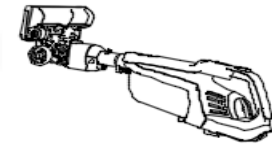

Bild.15
- Verbinden Sie den Handsauger mit der Elektroaugbürste direkt. (Bild 15)